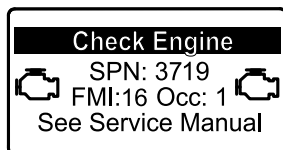

Figura 28
- Si es necesario realizar la regeneración con la máquina aparcada, el InfoCenter muestra la advertencia del motor SPN 3719, FMI 16 (Figura 28) y el ordenador del motor reduce la potencia del motor al 85%.